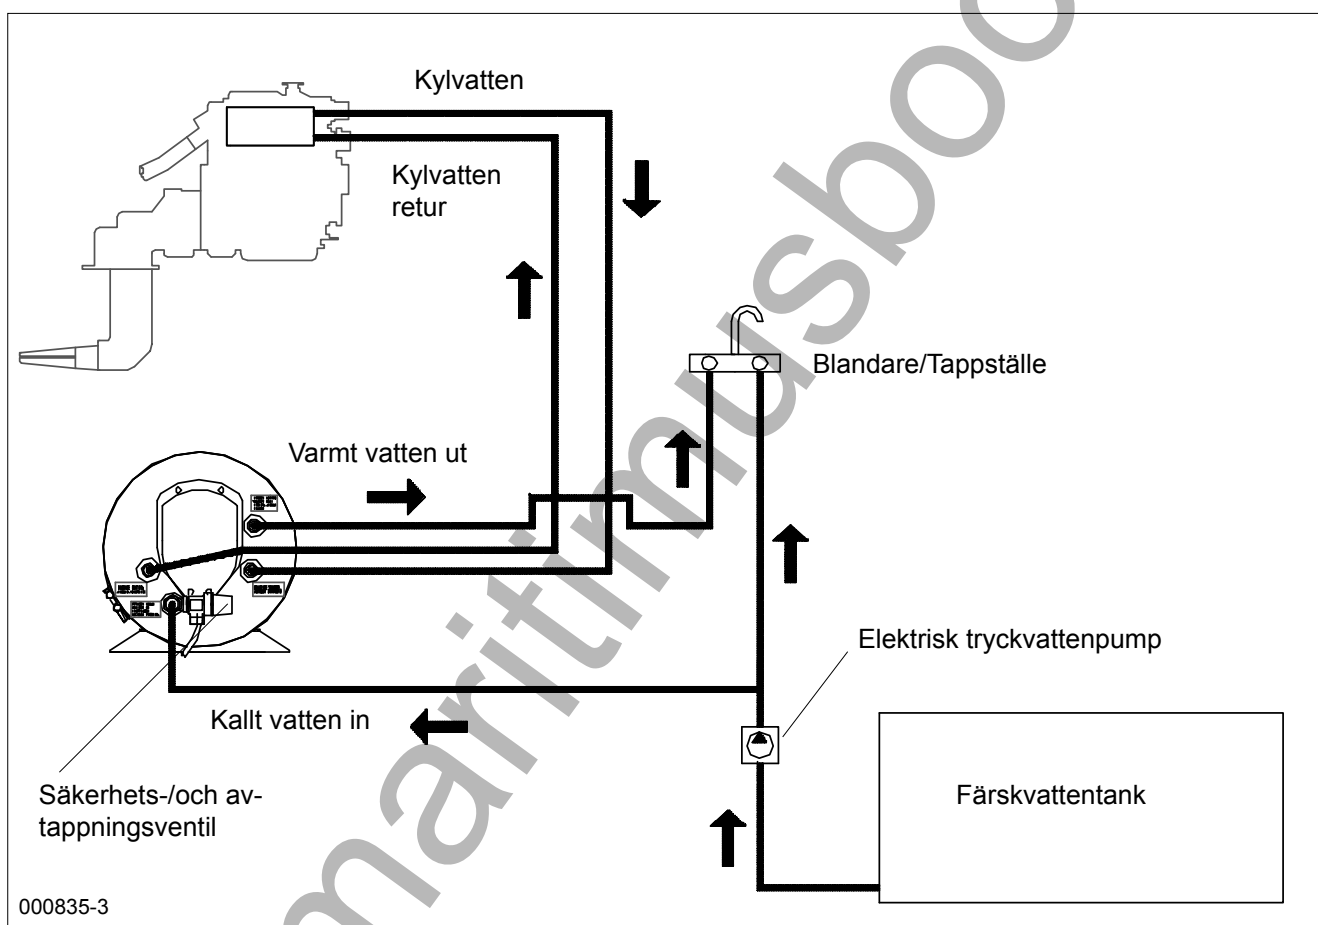

Fig. 1
Varmvattenberedaren kan monteras var som helst i båten så länge den sitter monterad så att motorvattenslingan inte hamnar över nivån på motorns expansionskärl. (Fig. 1). Det är en fördel att hålla slangarna mellan motorn och beredaren så korta som möjligt för lägsta värmeförlust och minsta strömingsmotstånd. Varmvattenberedarens värmeväxlare kan anslutas antingen parallellt eller i serie med motorns kylvattenkrets. Valet avgörs av hur motortillverkaren anger att beredaren ska anslutas.
4.3 Motoranslutningar (se anslutningsschema, fig. 1):
4.4 Anslutning färskvatten (se anslutningsschema, fig 1):